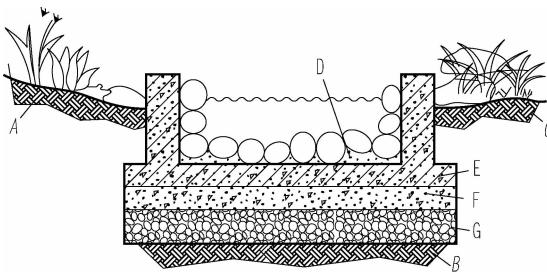

图 3-37 填充结果
(2)用“多段线”命令绘制辅助线 A、B 和 C,填充图案为 EARTH,角度为 45°,填充比例为 12;区域 D 中的填充图案为 AR-SAND,角度为 0°,填充比例为 0.5;区域 E 中有两种填充图案,分别为 ANSI31 和 AR-CONC,角度都为 0°,填充比例分别为 16 和 1;区域 F 中的填充图案为 AR-CONC,角度为 0°,填充比例为 1;区域 G 中的图案为 GRAVEL,角度为 0°,填充比例为 8。填充结果如图 3-37 所示。